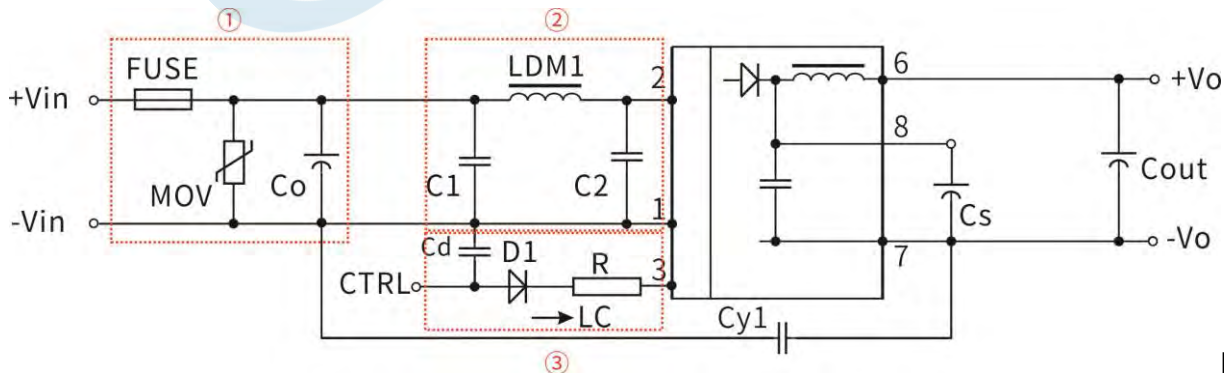

图 3
② 图 3 中第①部分用于 EMS 测试；第②部分用于 EMI 滤波，可依据需求选择；
② VC 为 Ctrl 端相对于输入地 GND 的电压，VD 为 D1 的正向导通压降，IC 为流入 Ctrl 端的电流，一般取 5-10mA，Ctrl 端外围电路如图 3-③；
③若图中元器件无附其参数说明，则此型号外围中不需要这个元器件。